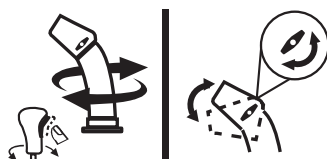

Figura 60
- Para cambiar la dirección en la que se arroja la nieve, oprima el botón del control y gírelo hacia la derecha o izquierda (Figura 60).